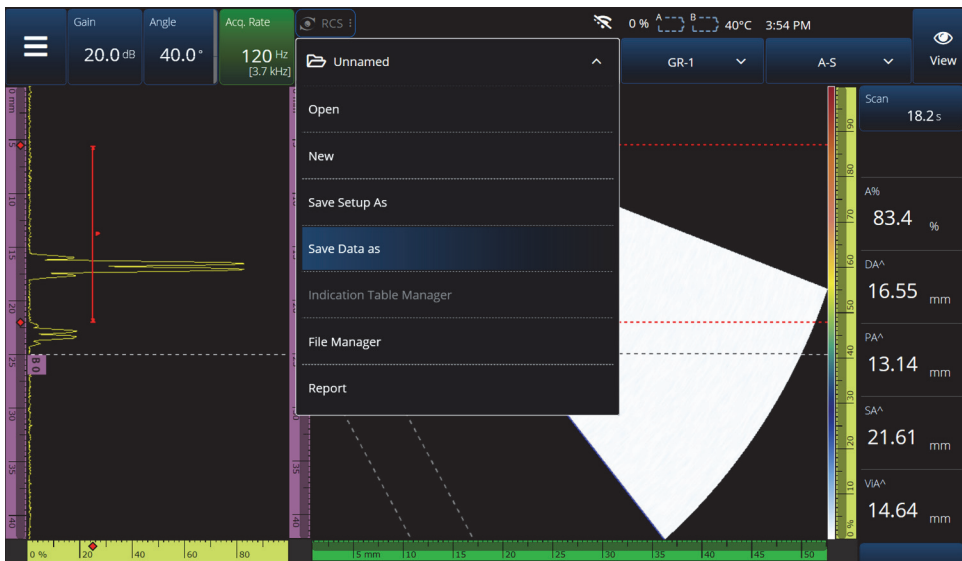
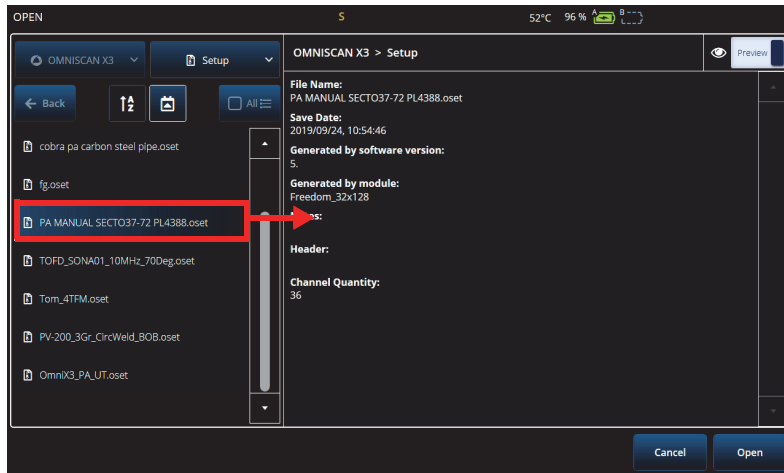

Figure 6-1 Menu File (Fichier)
Figure 6-2 Menu Open (Ouvrir)
Les configurations et les données d'inspection sont conservées et organisées à l'aide de fichiers, et présentées dans des rapports. Vous pouvez utiliser le menu **File** (Fichier) pour accéder à plusieurs paramètres de fichiers ainsi qu'à l'outil **Report** (Rapport) et au **File Manager** (Gest. fichiers) [Figure 6-1 à la page 215].
- Pour enregistrer votre fichier de configuration, sélectionnez **Save Setup As** (Enreg. config. sous) dans le menu  **File (Fichier)** (Figure 6-1 à la page 215).
- Pour ouvrir un fichier, sélectionnez **Open** (Ouvrir) dans le menu  **File (Fichier)** [Figure 6-1 à la page 215], puis choisissez le répertoire dans lequel se trouve le fichier. Vous pouvez ouvrir le fichier de configuration ou le fichier de données en sélectionnant le type de fichier. Vous pouvez également classer les fichiers par ordre alphabétique ou par date à l'aide de l'icône **Filter** (Filtre), et prévisualiser le fichier sélectionné (Figure 6-2 à la page 217).